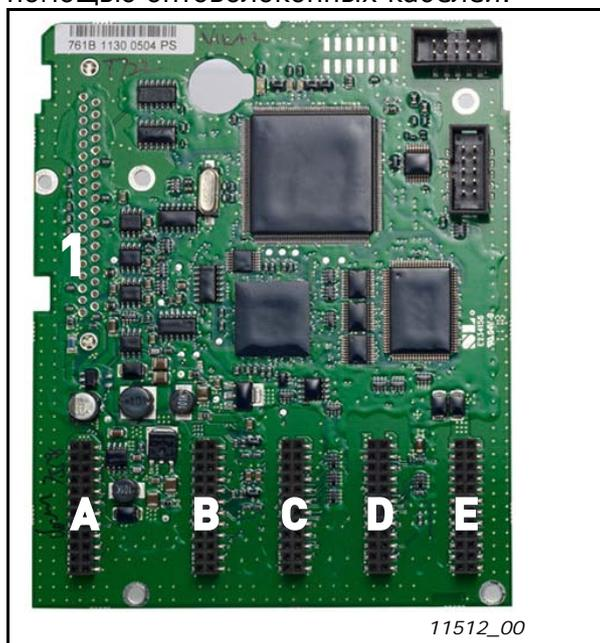

Рисунок 8-1. Плата управления NX
Блок управления преобразователя частоты состоит из платы управления и дополнительных плат, устанавливаемых в пять *параллельных слотов* (А—Е), расположенных на плате управления (см. рис. 8-1 и 8-2). Плата управления подключается к блоку питания через разъем типа D (1) или с помощью оптоволоконных кабелей.